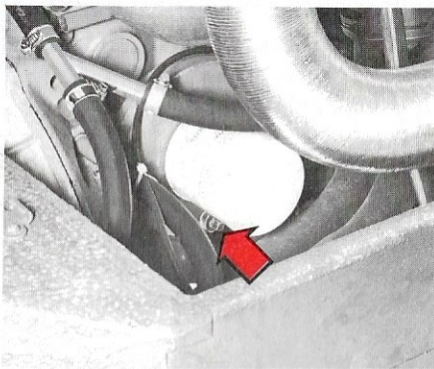

Bild 137. Avtappningspropp på oljekylare
2. Skruva bort avtappningsproppen på oljekylaren, bild 137.